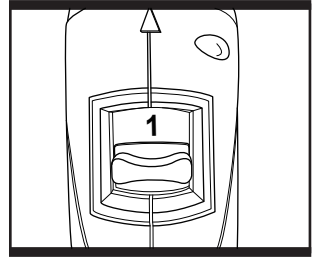

Fig. 4
3. TWO-SPEED GEAR CONTROL (Fig. 4 & 5)